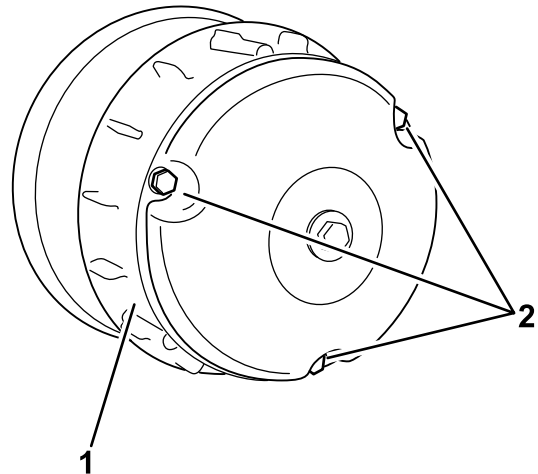

Figura 60
2. Îndepărtați cele 3 uruburi care fixează capacul la ambreiaj și scoateți capacul (Figura 60).
4. Montați capacul ambreiajului și fixați-l cu cele 3 uruburi (Figura 60) pe care le-ați îndepărtat la pasul 2.